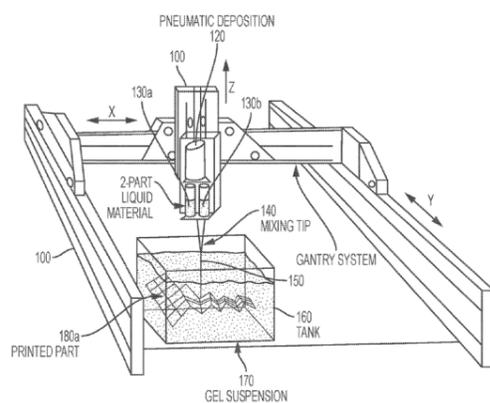
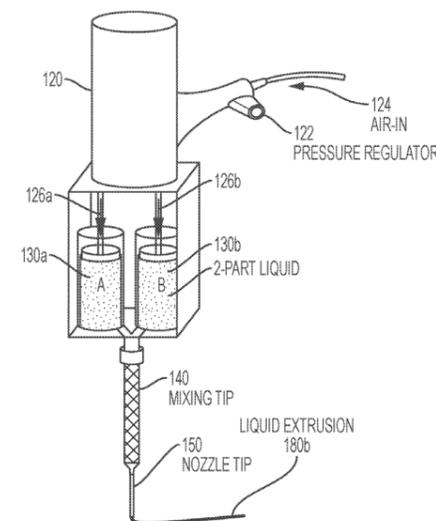

FIG. 1
FIG. 3
**FIG. 1** Viene mostrata un'illustrazione di una macchina a tre assi di tipo "gantry" 100 utilizzata con un materiale a due parti. Un braccio 110 è fissato al sistema gantry 100 in modo che il braccio possa essere mosso lungo gli assi x, y e z, come indicato. In questa particolare realizzazione, la deposizione pneumatica può essere fornita attraverso un sistema di controllo pneumatico, che comprende una camera 120 per esercitare forza sui pistoni 126a e 126b (vedi FIG. 3). Sono fornite due camere 130a e 130b che contengono due diversi materiali. Questi materiali vengono miscelati nella punta di miscelazione 140 e depositati attraverso la bocchetta 150. Il contenitore o serbatoio 160 contiene un gel 170. Quando il braccio 110 si muove, la bocchetta 150 si muove attraverso il gel e i due materiali vengono estrusi nel gel dalle camere 130a e 130b per formare un oggetto tridimensionale (parte stampata) 180a. La FIG. 2 è un'illustrazione di un braccio robotico a sei assi 200 con un materiale a due parti. Il resto è sostanzialmente simile alla FIG. 1.
**FIG. 3** È illustrato un sistema di deposizione per un materiale a due parti che è controllato pneumaticamente per fluire attraverso la punta di miscelazione. L'aria entra attraverso il tubo 124, passa attraverso il regolatore di pressione 122 e entra nella camera 120, dove l'aria fornisce una forza verso il basso sui pistoni 126a e 126b per far uscire il materiale dalle camere 130a e 130b, rispettivamente. Un materiale solidificante (ad esempio, un liquido) 180b viene estruso attraverso la punta della bocchetta 150. Come alternativa alla deposizione pneumatica illustrata in FIG. 3, può essere utilizzato un sistema di deposizione a vite attivato elettricamente. Ad esempio, un motore può essere utilizzato per esercitare una forza verso il basso sui pistoni 126a e 126b.